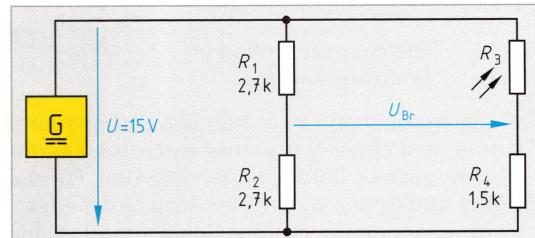

Bild 2: Brückenschaltung mit Fotowiderstand
2. Ermitteln Sie für die Brückenschaltung **Bild 2**